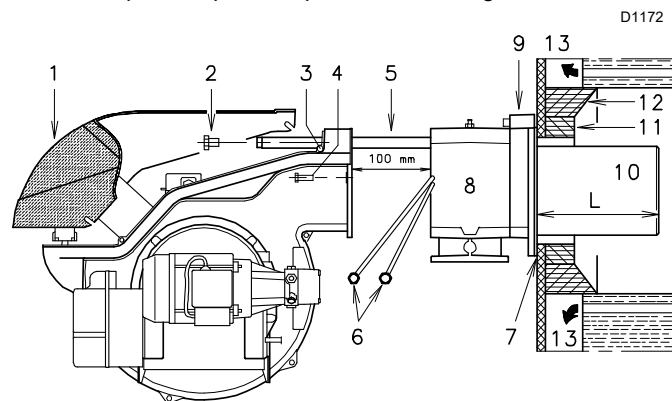
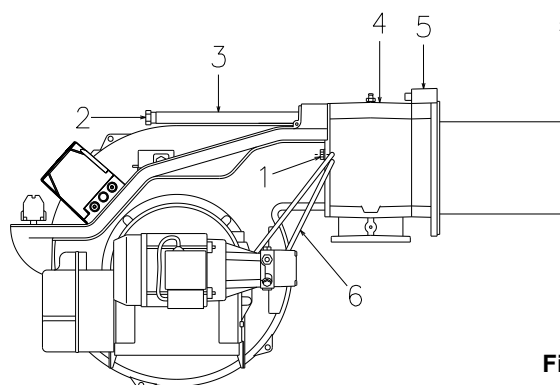

Fig. 11
Fig. 17
En calderas con frontal refrigerado por agua, no es necesario el revestimiento refractario 11)-12)(Fig. 11), salvo que lo indique expresamente el fabricante de la caldera.
Separar el cabezal de combustión del resto del quemador, (Fig. 11):
Después de esta eventual operación, fijar la brida 9) (Fig. 11 en pág. 17) a la placa de la caldera, interponiendo la junta aislante 7)(Fig. 11 en pág. 17) suministrada en dotación. Utilizar los 4 tornillos suministrados después de haber protegido su rosca con productos antiagarrotamiento.
- Volver a montar el quemador en las guías 3)(Fig. 17) a unos 100 mm del manguito 4) , quemador en la posición indicada en la Fig. 11 en pág. 17;
- introducir los cables de los electrodos y deslizar el quemador hasta el manguito, hasta que alcance la posición indicada en la Fig. 17;
- volver a colocar los tornillos 2)(Fig. 17) en las guías 3);
- volver a conectar los tubos del gasóleo enroscando los dos racores 6)(Fig. 11 en pág. 17).